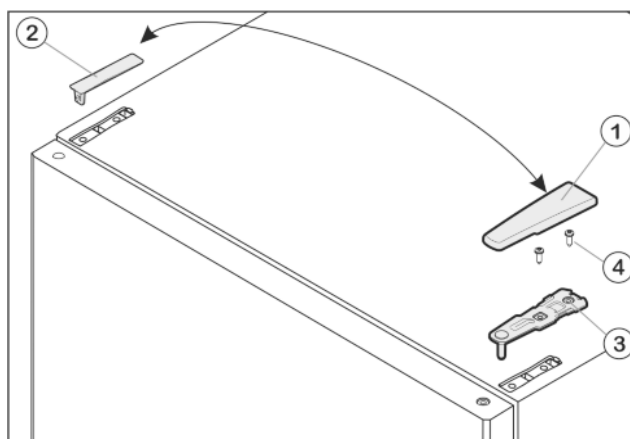

Fig. 8
- Afdækningen Fig. 8 (1) tages af ved at trække den frem og op.
- Løft afdækningen Fig. 8 (2) af.
- ▶ Skru øverste lejekonsol *Fig. 8 (3)* af (2 gange Torx® 25) *Fig. 8 (4)* og træk den af opad.
- ▶ Sæt øverste lejekonsol *Fig. 8 (3)* i døren på den nye hængselside.
- ▶ Den øverste lejekonsol skrues **fast (med 4 Nm)** (2 gange Torx® 25) *Fig. 8 (4)*. Stik eventuelt skruenhullerne i forvejen eller brug en akkuskruetrækker.
- ▶ Afdækning *Fig. 8 (1)* og afdækning *Fig. 8 (2)* anbringes hver for sig udefra på den modsatte side og trykkes fast.